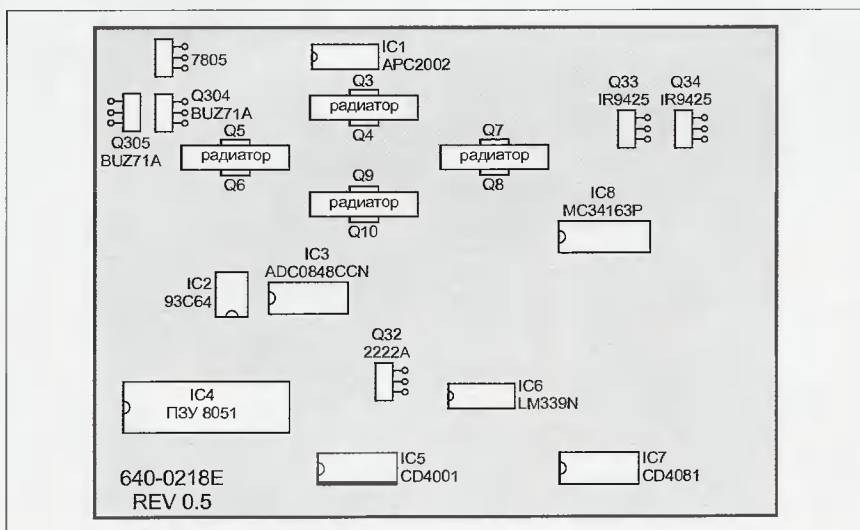

Рис. 3
- отказ мощных полевых транзисторов Q3-Q10 типа IRFZ24 или WC5003 (см. рис. 3);
- отказ транзисторов и микросхем на основной плате электроники (см. рис. 3).